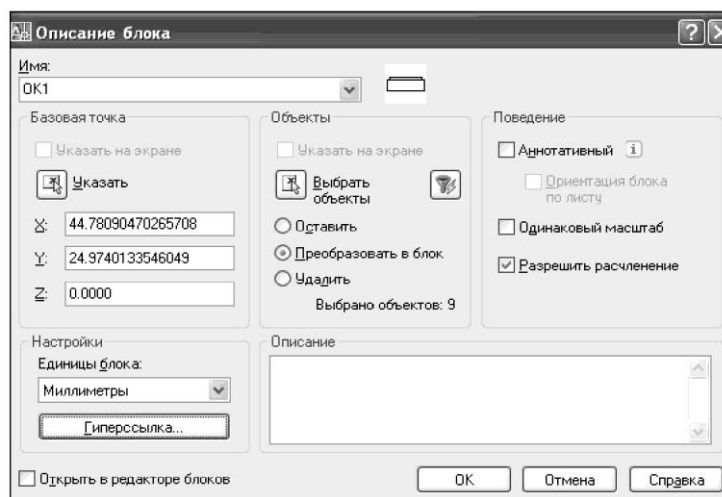

Рисунок 15. Диалоговое окно «Описание блока»
3. В диалоговом окне «Описание блока» (рис. 15) - ввести имя блока.